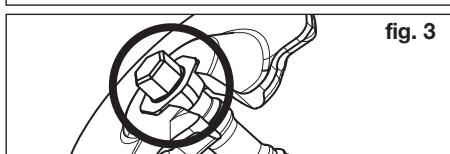

fig. 3
- Baissez la calotte ① à 6 pans de la broche d'en haut dans le logement prévu de la coupelle supérieure (figure 3).
- Contrôlez la position et le logement corrects de la calotte (figure 3).